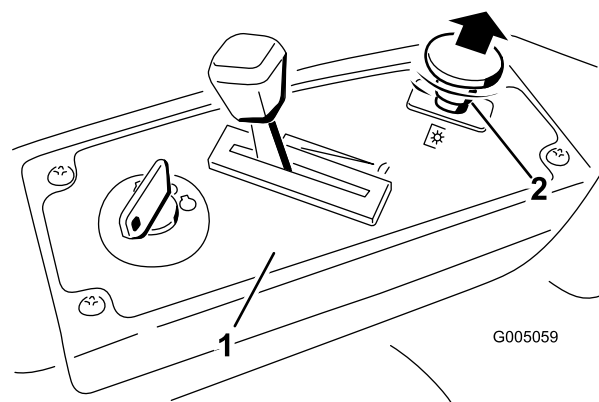

Figura 11
3. Tire del mando de control de las cuchillas para engranar las cuchillas (Figura 11).